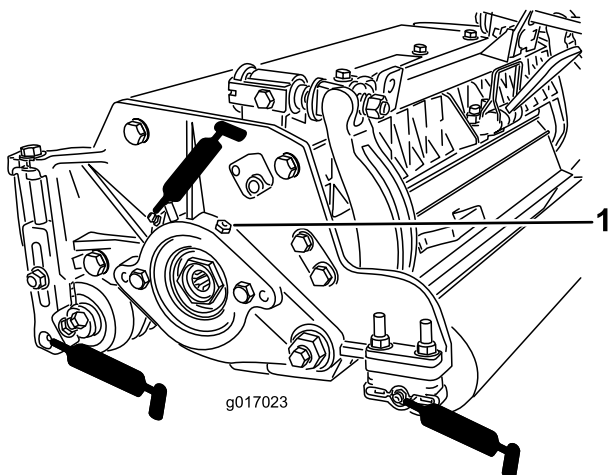

Figure 26
Chaque plateau de coupe comporte (6) graisseurs (Figure 26) qu'il faut lubrifier régulièrement avec de la graisse universelle au lithium n° 2.